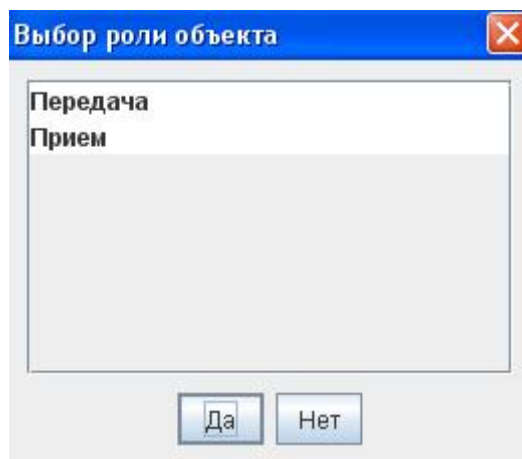

Рисунок 31 - Роль модема.
- По аналогии с пунктом 9.3.3 перетащить из дерева «Станции» модемы в дерево «Каналы». При этом при переносе, необходимо указать роль модема (см. рис. 31).